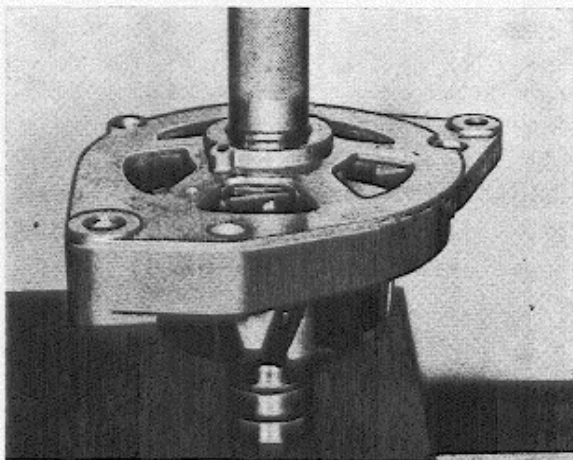

Abb. 3-43 Zusammenbau von Klauenpolläufer und vorderem Lagerdeckel
3. Lagerdeckel und Abstandring auf den Klauenpolläufer pressen, siehe Abb. 3-43.